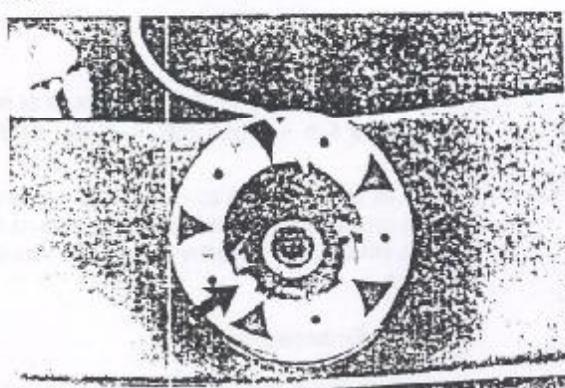

Figura 0.05.9 - Porca de fixação do cubo do volante
* Proceder a seguir o reaperto da porca de fixação do cubo do volante de direção (Figura 0.05.9). Ver especificações de torque.